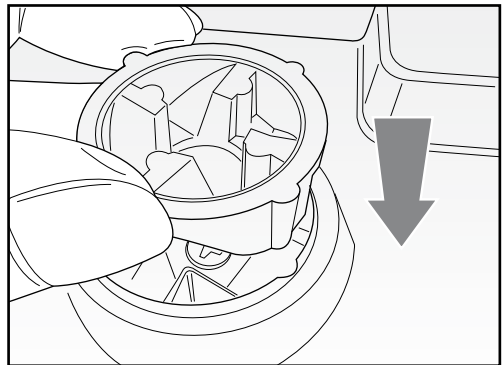

Fig. 9
- inserire il nuovo giunto (fig. 9);